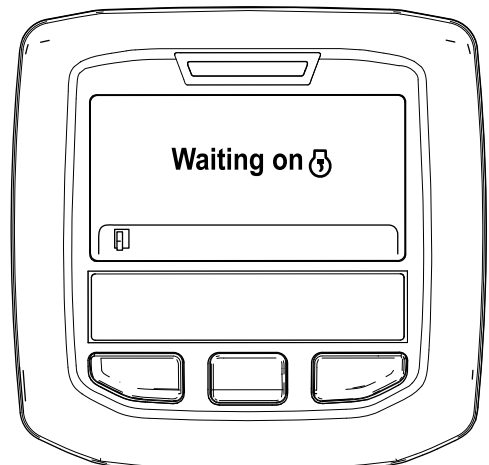

Figura 54
- B. Surge a mensagem "Waiting on" (À espera de) (Figura 54).